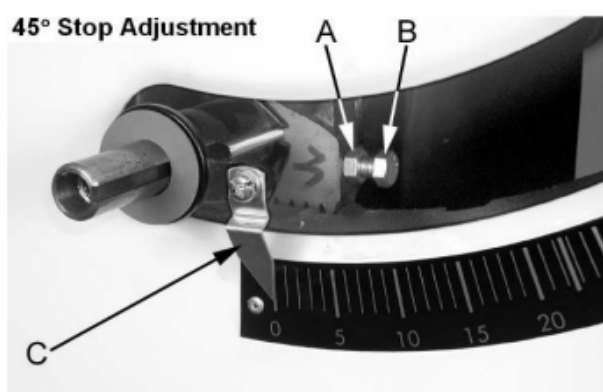

Рис. 19
8. Если пильный диск не под углом 45 градусов к столу, удалите маховик подъёма понижения пильного диска. Ослабьте контргайку (А см. рис. 19) и поверните стопорный винт регулировки (В, рис. 19) на передней цапфе во, внутрь или наружу. Регулировочный винт следует прекратить вращать на переднем кронштейне цапфы, когда пильный диск находится под углом 45 ° к столу.
9. Проверьте правильность указателя (С, рис. 19) на угол масштаба и скорректируйте, если это необходимо.